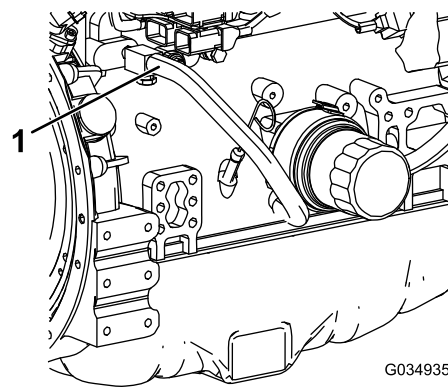

Figura 126
- 7. Togliete il flessibile del refrigerante dal radiatore dell'olio del motore (Figura 126).